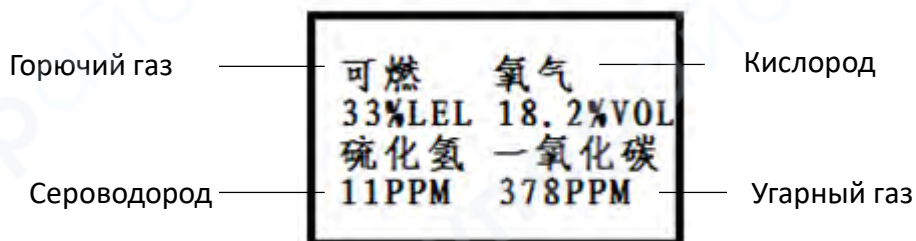

Рис. 3
Когда концентрация газа ниже установленного минимального порога тревоги (примечание: концентрация кислорода выше минимального порога, но ниже максимального порога), детектор находится в нормальном состоянии. В этом случае тревога не активируется. (См. Рис. 3)
- При тревоге можно нажать кнопку "⏏", чтобы отключить звуковую сигнализацию, но вибрация, световой индикатор и информация об ошибке на экране останутся активными. (См. Рис. 3)